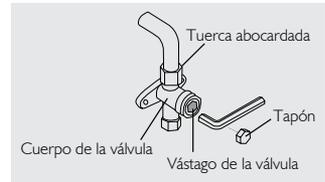

Figura 43
11. Retire la manguera de carga del puerto de servicio. Ver Figura 43